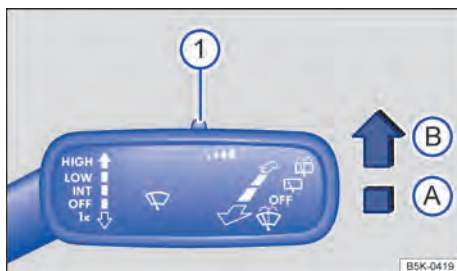

Fig. 77 À direita da coluna de direção: alavanca dos limpadores dos vidros.
Pressionar a alavanca para a posição desejada → **Fig. 77**:
A sensibilidade do sensor de chuva pode ser ajustada manualmente com o interruptor na alavanca dos limpadores dos vidros → Fig. 77 ① → Página 91.